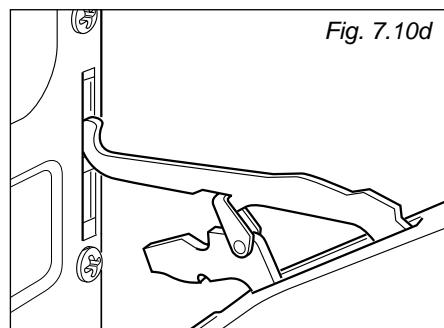

Fig. 7.10d
- A continuación, extraiga el pasador superior de su alojamiento (Fig. 7.10D).